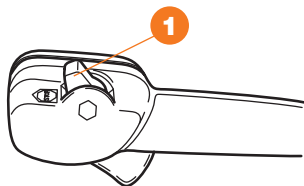

Рис. 10
- Установите выключатель зажигания двигателя **1** на ручке управления в положение запуска «START» (Рис. 10).
- Переведите выключатель зажигания **1** в положение «STOP» (Рис. 10).